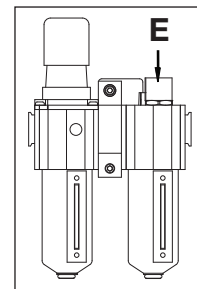

図 6
調節ネジ (E) は、工場での調整で時計方向に回し切っているため、オイルはシステムに供給されません。最初の調節を行うには、エア供給を開始してシステム内に空気を流します。ネジを回して、オイルの滴下量を調整します。ネジを反時計方向に回すと、滴下量が増えます。(図6参照) 最初は滴下量を1分あたり1~2滴に設定し、システムが通常の作動温度に達した後、量を微調整します。
ノブをまっすぐに上に引いてロックを外します。出口側の圧力を上げるには調節ノブを時計方向に、下げるには反時計方向に回します。圧力を下げる場合、最初に目的の圧力よりも低い圧力まで下げ、それから目的の圧力まで上げます。(図6を参照)